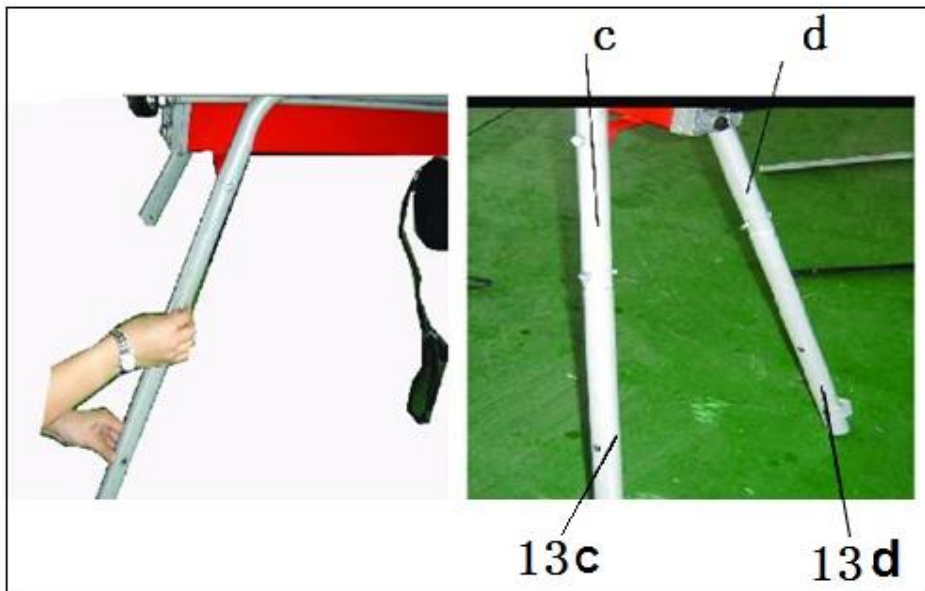

fig.4
c) Raccordez le support arrière (13c) au tuyau de raccordement (c) et raccordez le support arrière (13d) au tuyau de raccordement (d) à l'aide de boulons et d'écrous (fig.4).